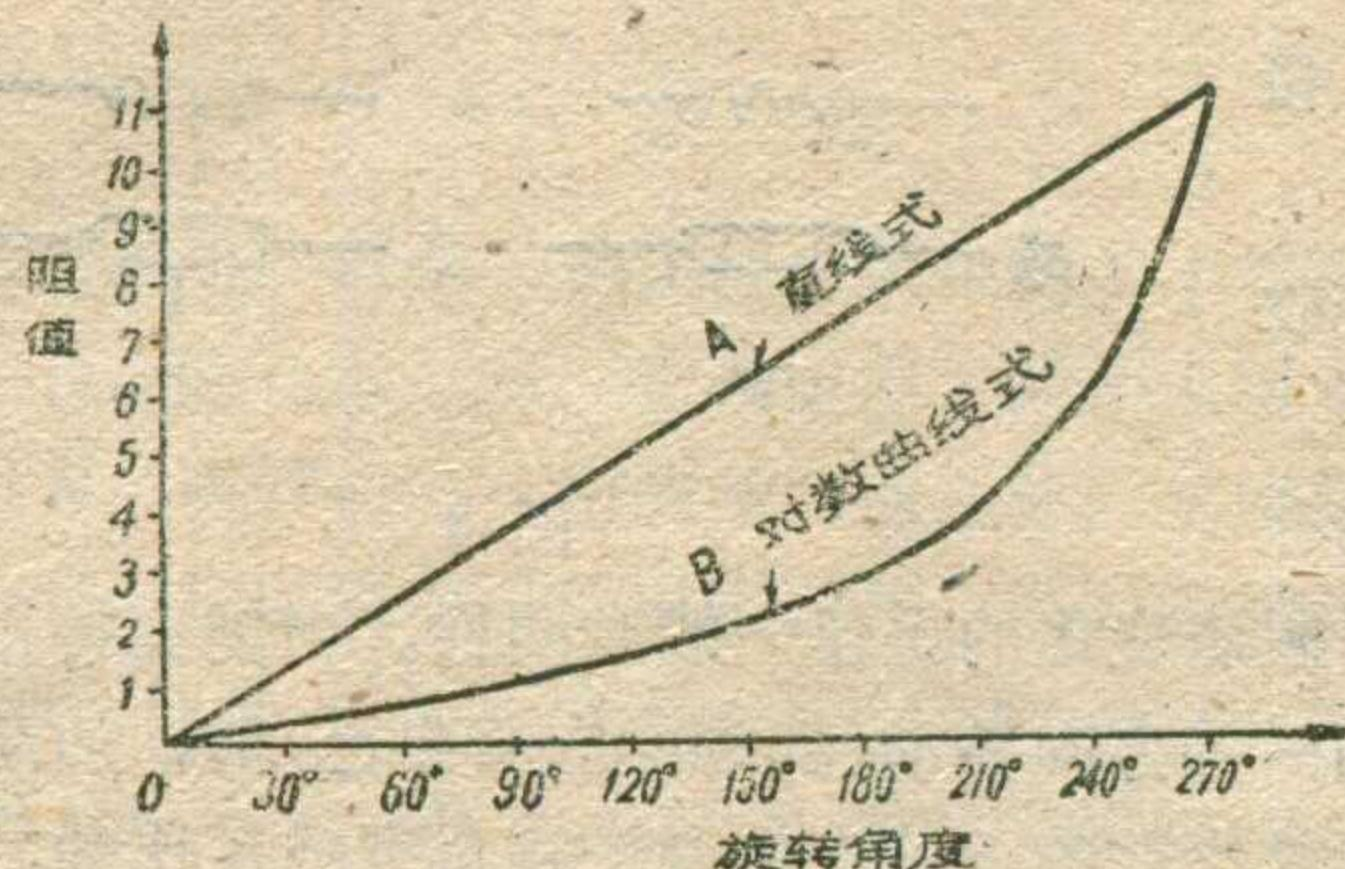

图 6
**水平直線性旋鈕** 这个旋鈕是用来消除图像挤在左边(如图6)、右边或中間等畸形現象,使图像在水平方向上均匀适当(“北京”牌、“纪录”牌和“紅宝石”牌等电视接收机无此旋鈕)。
旋转时阻值变化的规律一般有两种。当把旋转轴从左向右顺时针方向转动（旋转轴向着自己）时，活动滑头和起始端之间的阻值变化与旋转角度成正比的，是直线式电位器，其阻值变化和旋转角度之间的曲线如图6中的A。如果旋转角度与阻值变化的对数成正比，则是对数曲线式电位器，其曲线如图6中的B。一般收音机中作音量控制用的电位器都是采用对数曲线式的，在开始转动时阻值变化很小，愈到末端变化愈大。因为人耳对声音强度的感觉是按对数关系变化的，采用对数曲线式的电位器就可以使它所控制的声音强度反映到人耳时是和旋转